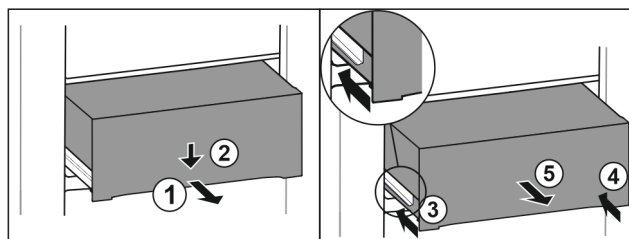

Fig. 80
- ▶ Extrageți pe jumătate sertarul. Fig. 80 (1)
- ▶ Apăsați în jos sertarul pe partea frontală. Fig. 80 (2)
- ▶ Inserați șina stângă aproximativ 2 cm. Fig. 80 (3)
- ▶ Inserați șina dreaptă aproximativ 2 cm. Fig. 80 (4)
- ▶ Extrageți sertarul spre înainte. Fig. 80 (5)